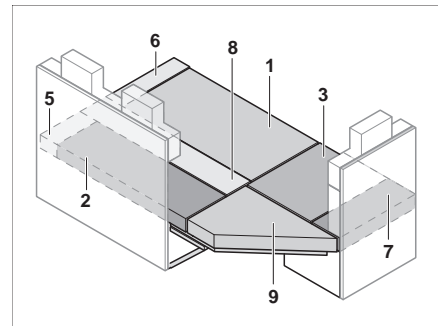

Fig. 131 Dopo la trasformazione
- Applicare i cuscini del divano, dello schienale e aggiuntivi come illustrato in Fig. 131.